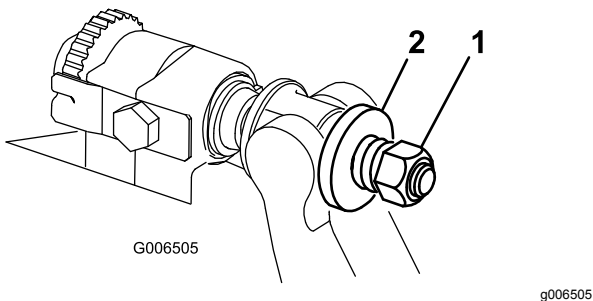

図 32
4. スプリングがつぶれるまでテンションナットを締め、そこから半回転戻す 図 32。